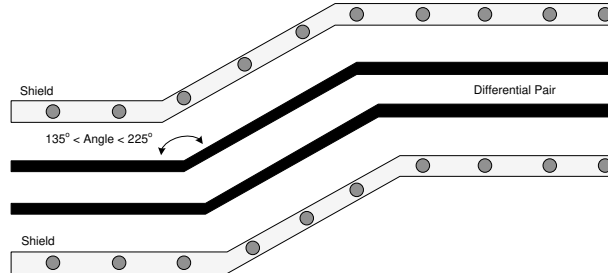

图 9-3. V-By-One 布线示例
- 确保与差分信号对相关的弯曲角度在 135° 和 225° 之间 (请参阅图 9-3) 。